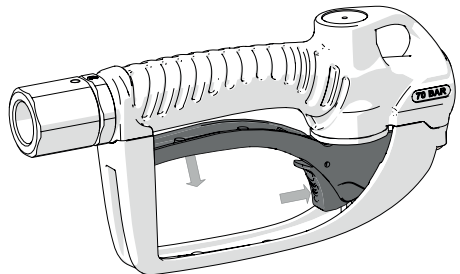

Fig. 3
3. Release the trigger holding the button down until it locks (fig. 3).
3. Libere el gatillo manteniendo el botón presionado hasta que se bloquee (fig. 3).